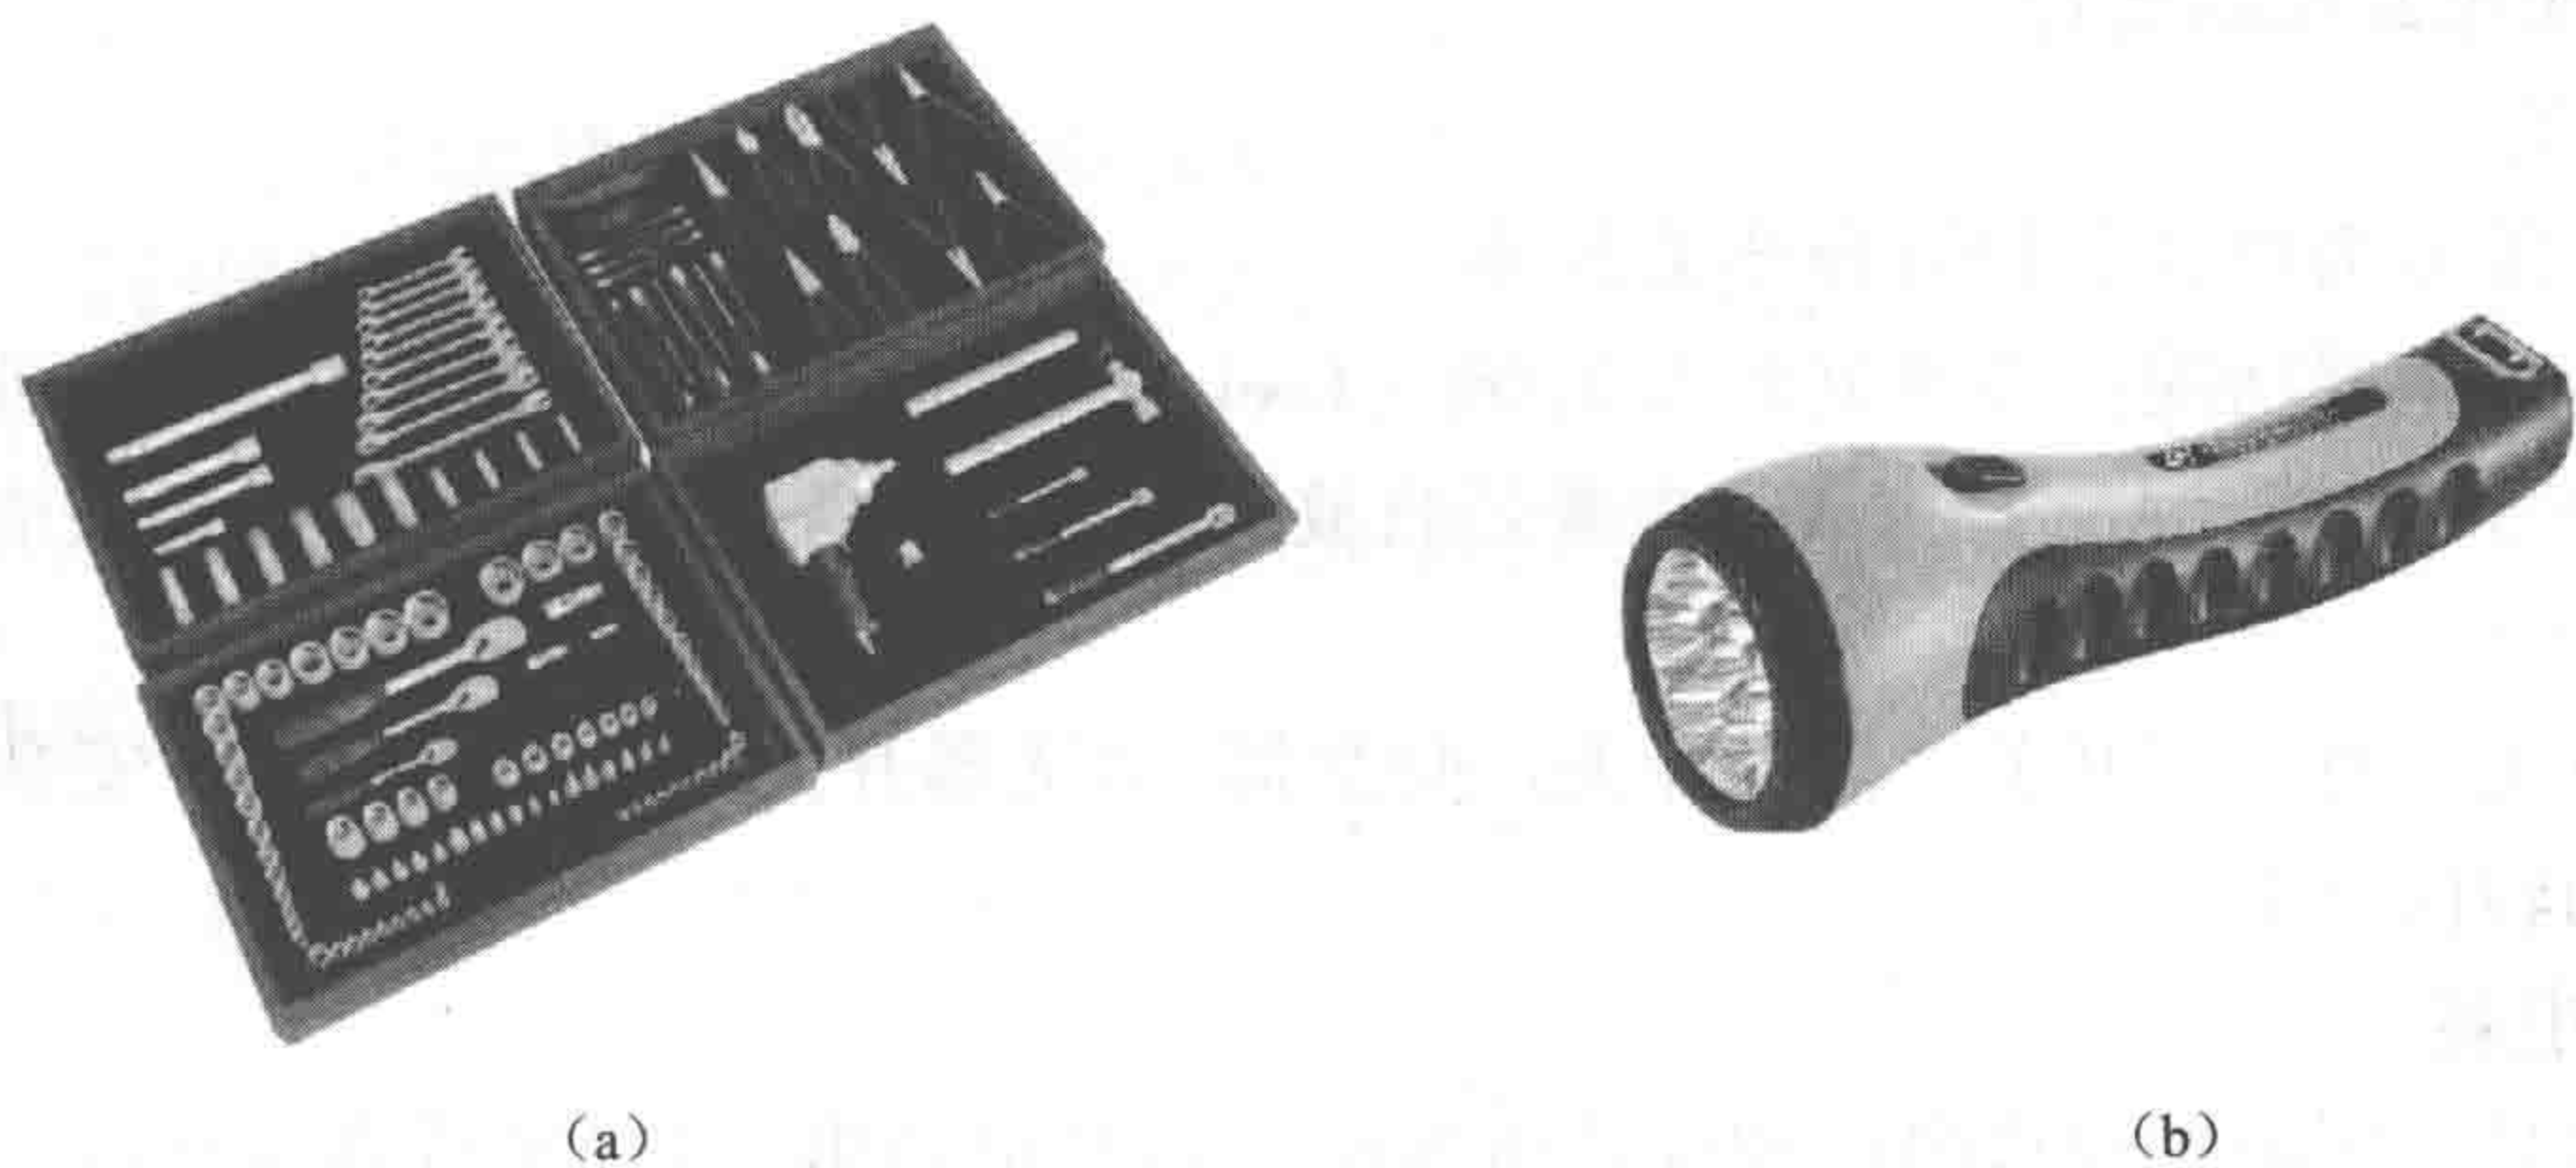

图 1-8 设备器材
(1) 技术要求与标准。
① 进入实训场地前根据工作安全操作手册的要求穿戴好防护用品。
② 工具及拆下的零部件等都应整齐地放置在工具车及零件盘中。
(2) 设备器材:常用工具(一套)、手电筒,如图 1-8 所示。
(3) 场地设施:带消防设施的场地。